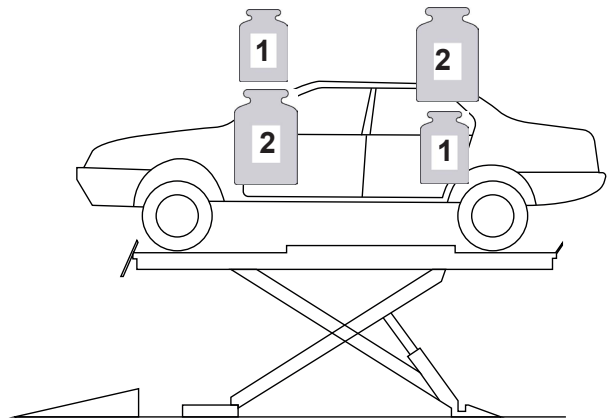

Fig.2b
- 1:2 o 2:1 (reversibile) (vedi Fig.2b)
- 1:2 o 2:1 (reversible) (see Fig.2b)
- 1:2 o 2:1 (umkehrbar) (siehe Fig.2b)
- 1:2 o 2:1 (réversible) (voir Fig.2b)